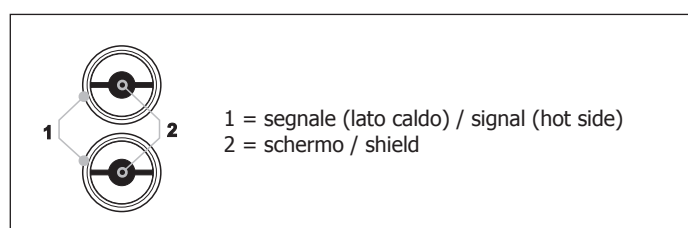

Fig. 3.3.2a
Alla doppia presa phono 'IN' (10) è possibile collegare l'uscita di un registratore, per il riascolto, ad esempio, di conferenze precedentemente registrate; in alternativa, è possibile collegare qualsiasi altra sorgente musicale (lettore CD, sintonizzatore, ricevitore per radiomicrofono, ecc.). Con il controllo frontale 'TAPE' (2) è possibile regolare il livello del segnale applicato a questo ingresso. Dalla doppia presa phono 'OUT' (1) è possibile prelevare il segnale audio, derivato dalla miscelazione del segnale proveniente dalle postazioni microfoniche e dall'ingresso 'MICRO/AUX' (1), per poterlo eventualmente registrare. In fig. 3.3.2a sono riportati i collegamenti a queste prese.
By means of the double phono 'OUT' (1) socket it is possible to pick up the audio signal originating from the mixing of the signal from the microphone stations and from the 'MICRO/AUX' (1) input, in order to record it if required. Fig. 3.3.2a shows the connections to these sockets.